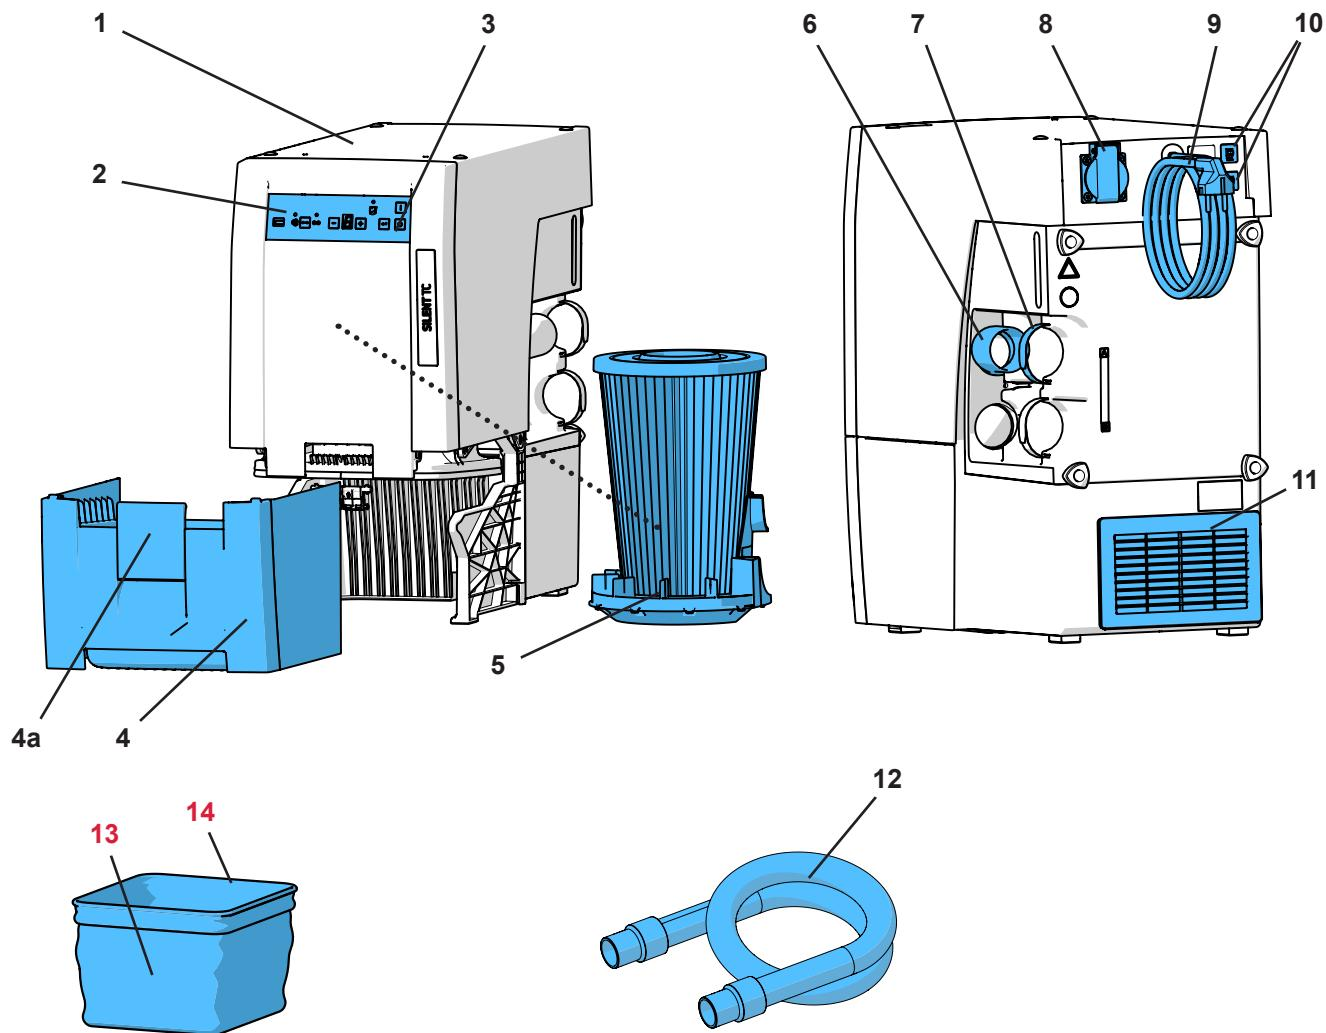

Abb. 1
- der Abluftaustritt (11, Abb. 1) nicht behindert wird.
- Externe Abluftführung (A) (siehe Kap. 4.6).
- Öffnung in Schrankrückwand (B), min. 250 x 120 mm, direkt gegenüber dem Abluftaustritt (11, Abb. 1).
- Rückwand des Schranks entfernen (C), Abstand der Schrankrückseite zur Wand min. 50 mm.
⇒ Netzkabel (9, Abb. 1) entrollen und Netzstecker in Steckdose der Gebäudeinstallation einstecken.
Absaugung läuft abhängig von einem an der Gerätesteckdose (8, Abb. 1) angeschlossenen Elektrogerät.